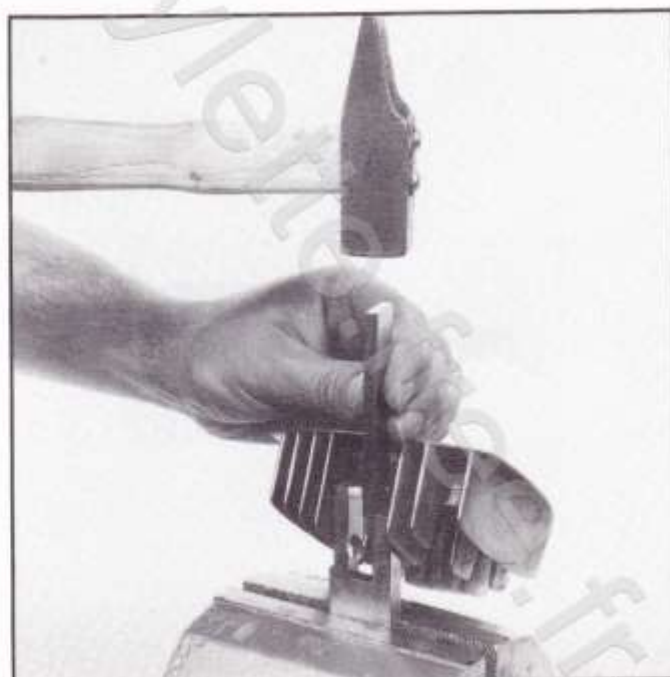

Fig. 23
- Mettre le rivet axe et en écraser soigneusement l'extrémité. En cas de perte de la goupille, la soupape tomberait dans le cylindre, d'où risque d'accident et de détérioration du moteur (fig. 23).